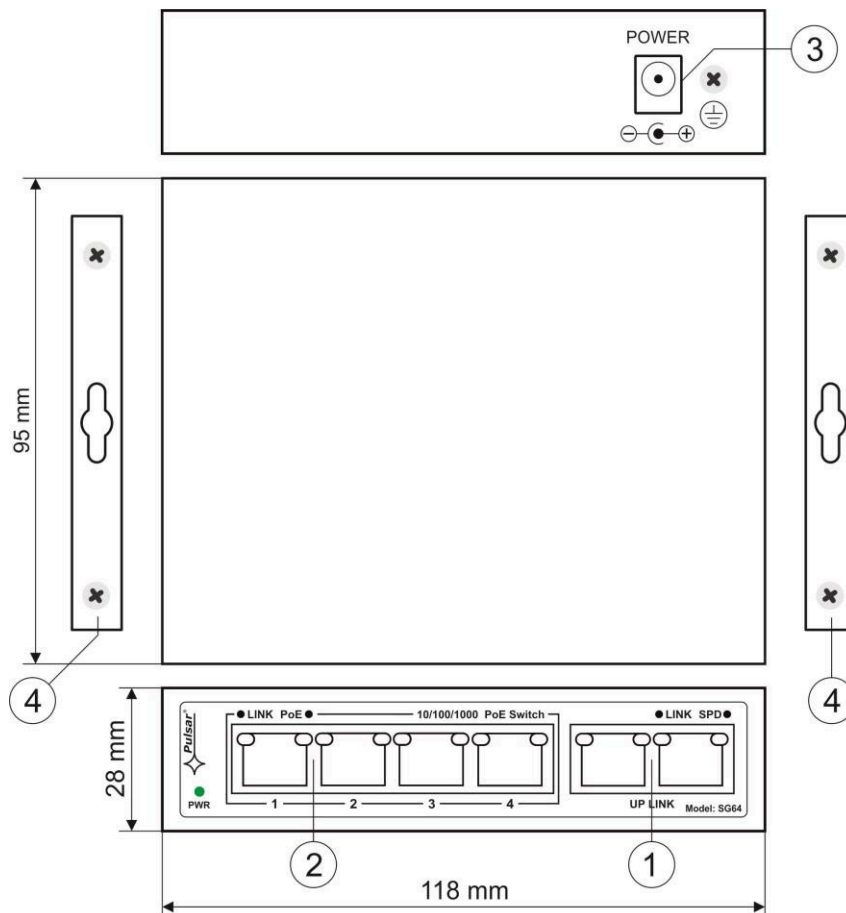

Fig. 2. Vista dello switch.
Tabella 1. (vedi Fig. 2)
N. elemento (Fig. 2)	Descrizione